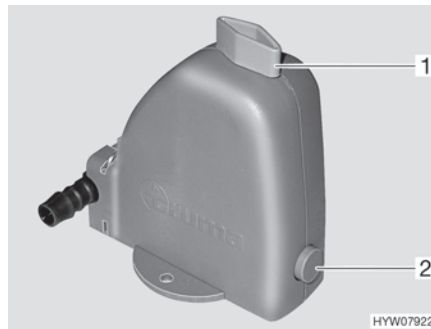

Bild 127 Sicherheits-/Ablassventil
Die Heizung ist mit einem Sicherheits-/Ablassventil (Bild 127) ausgestattet. Das Sicherheits-/Ablassventil verhindert, dass Wasser für die Warmwasserbereitung einfriert, wenn bei Frost die Heizung nicht eingeschaltet ist.
- Sicherheits-/Ablassventil schließen. Dazu den Drehknopf (Bild 127,1) quer zum Sicherheits-/Ablassventil drehen und den Druckknopf (Bild 127,2) hineindrücken.
- Sicherheits-/Ablassventil öffnen. Dazu den Drehknopf (Bild 127,1) längs zum Sicherheits-/Ablassventil drehen. Der Druckknopf (Bild 127,2) springt heraus. Der Brauchwasser-Behälter wird über das Sicherheits-/Ablassventil nach außen entleert.